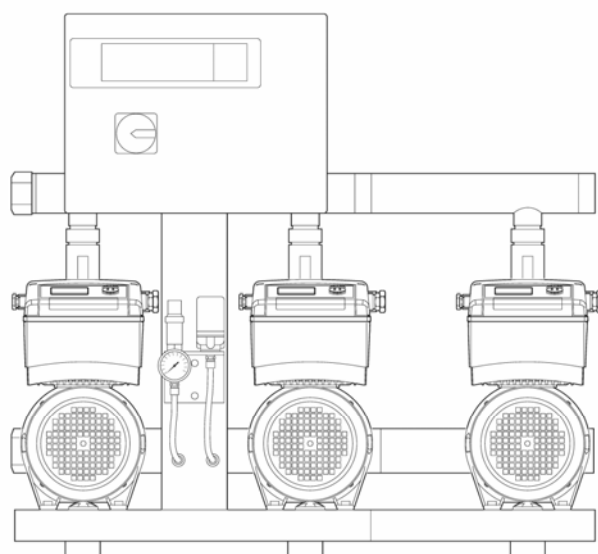

Рис. 9
7.1.3. Режим внешнего регулирования частоты: РЕЖИМ 3 (см. рис. 9)